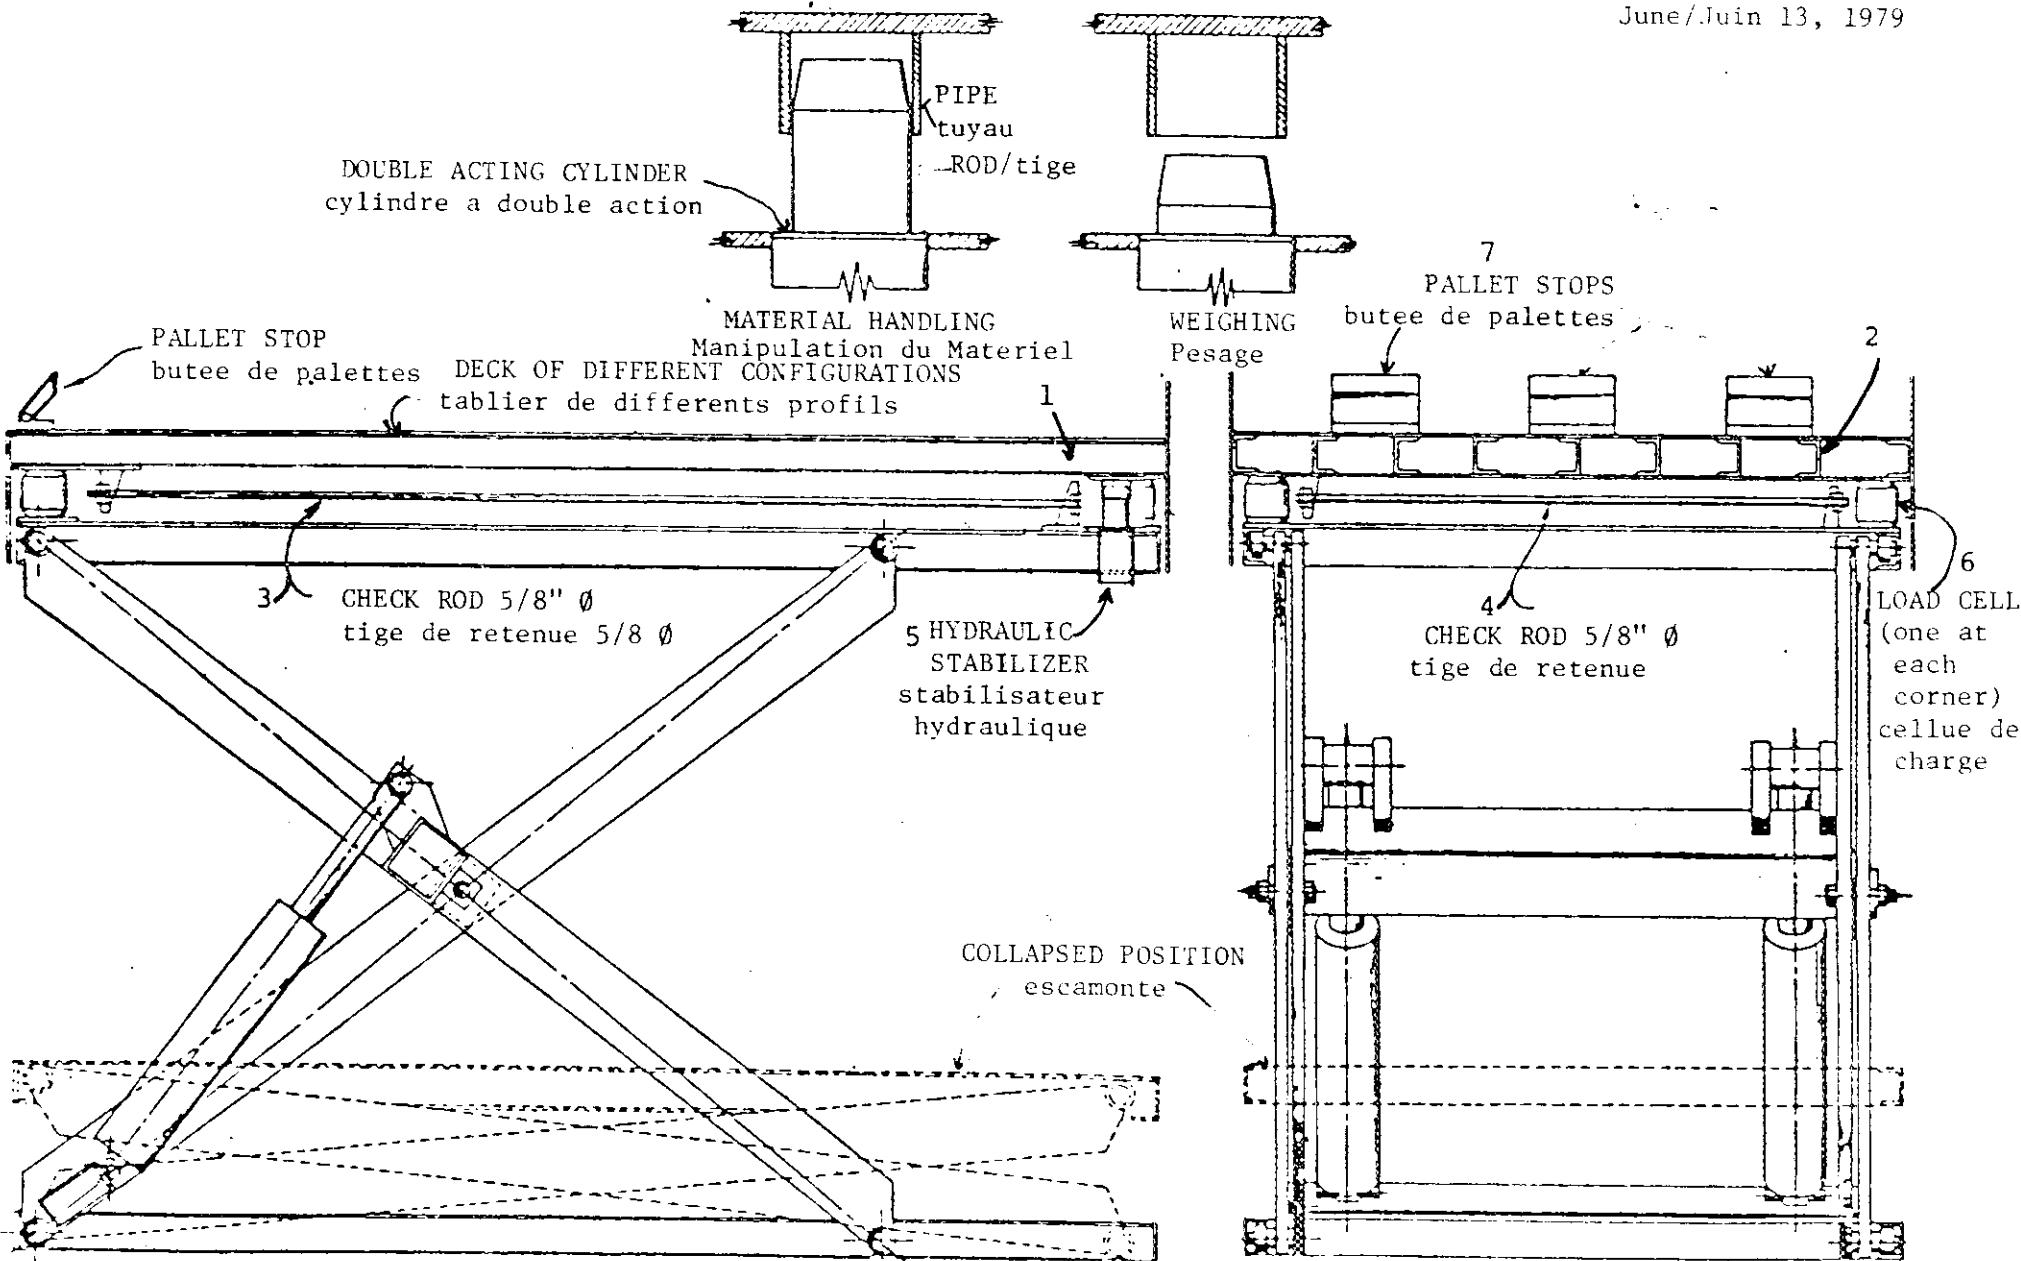

Figure 2
The load cells are mounted on the top frame of the scissor lift platform. The load receiving element consists of a top conveyor deck, Figures 1 and 2, which is constructed of steel girders (1) Fig. 2, and cross beams, (2) Fig. 2. The top conveyor deck can consist of omni-directional or bi-directional rollers (1&2) Fig. 1 to transfer the containers; pallet stops and side fences are used to contain the loads on the conveyor deck (7) Fig. 2.
The load receiving top deck, which rests on the load cells (6) Fig. 2, is restrained to the hydraulic lift platform by means of two longitudinal check rods (3) Fig. 2, and two transverse check rods (4) Fig. 2. The check rods restrain the top deck by means of angle brackets welded to the top deck frame and the top frame of the lift platform.
As an alternative to the check rod system, when the top conveyor deck is subjected to forces in any direction, that is, against either end or side in any elevated position of the lift, the restraining arrangement must be more positive and effective. In such a case the restraining arrangement consists of having on each corner, a double acting hydraulic cylinder which has the rod end engage or disengage into a pipe receptacle as shown in (5) Fig. 2. (See detail of hydraulic stabilizer Fig. 2).
Les extensomètres sont installés sur la bâti supérieur du tablier élévateur. L'élément de charge consiste en un plateau mobile illustré aux figures 1 et 2 et constitué de poutres d'acier (no. 1, Fig. 2) et de traverse (no. 2, Fig. 2). Ce plateau peut comporter des rouleaux omnidirectionnels ou bidirectionnels (no. 1 et 2, Fig. 1) pour le transfert des contenants. Des butées de palettes et des barrières latérales retiennent les contenants sur le plateau (no. 7, Fig. 2).
Le plateau de charge reposant sur les extensomètres (no. 6, Fig. 2), est retenu au tablier élévateur hydraulique au moyen de deux tiges de retenue longitudinales (no. 3, Fig. 2) et de deux autres tiges de retenue transversales (no. 4, Fig. 2). Ces tiges retiennent le plateau par des cornières soudées au bâti du plateau et au bâti supérieur du tablier élévateur.
Lorsque le tablier élévateur est en position élevée et que le plateau est soumis à des pressions excessives dans n'importe quel sens, c'est-à-dire, contre un ou l'autre des bouts ou des côtés, l'ensemble de retenue doit être plus solide et efficace. Dans ce cas, la solution consiste à monter, dans chaque coin, un vérin hydraulique à double action qui permet d'engager l'extrémité de la tige dans la prise du tuyau ou de la dégager (no. 5, Fig. 2). (Voir les détails du stabilisateur hydraulique à la Fig. 2).
The load cells are mounted on the top frame of the scissor lift platform (6) Fig. 2.
The device is fitted with pallet stops and side fences which are an integral part of the load receiving element (7) Fig. 2.